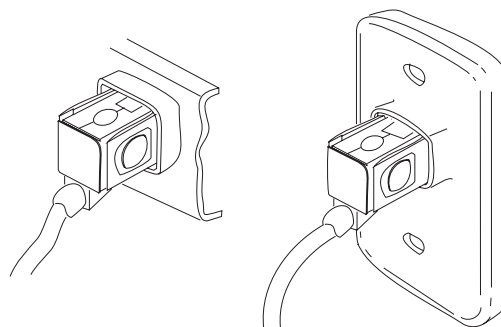

Figura 47. Receptáculos de bucle de tienda típicos
- Desconecte del bucle de tienda el controlador de tienda de reserva desenchufando el cable de bucle de tienda del receptáculo de bucle de tienda. Consulte la Figura 47 en la página 573.